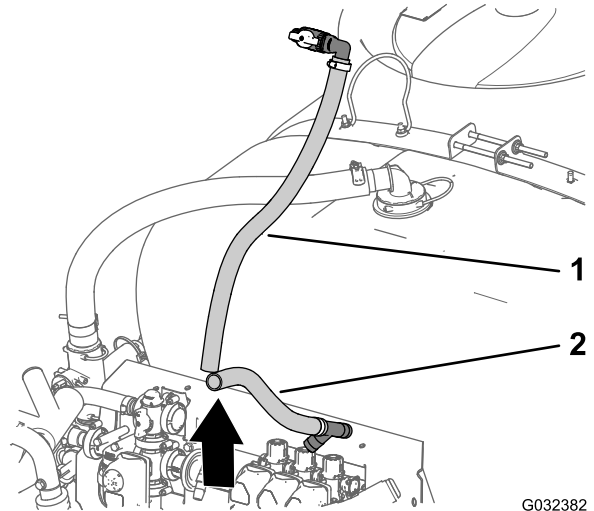

Figura 54
- Retire las mangueras de desvío superior e inferior de la máquina (Figura 54).